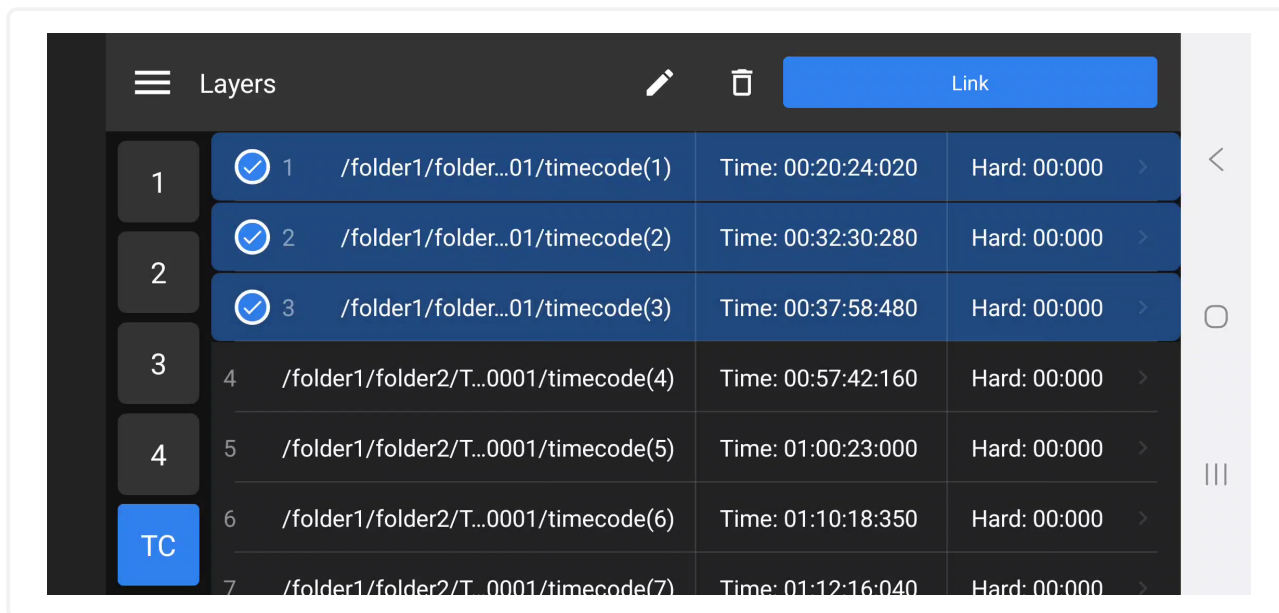

Рис. 67: Экран групповой обработки программ в Time Code
1. Перейдите в раздел **Layers** (Страницы) **TC** (см. рис. 67)
3. Выберите все записи над которыми нужно выполнить групповую обработку (см. рис. 67)